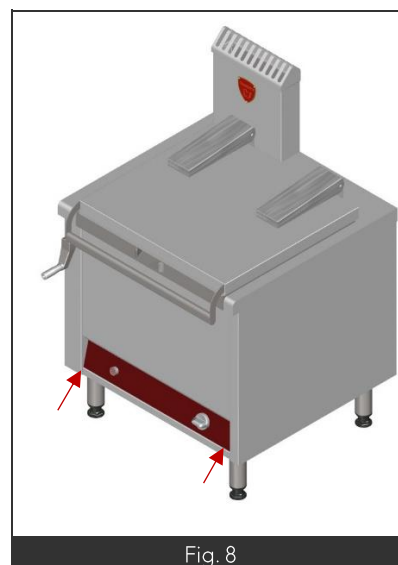

Fig. 8
- Déposer le capot de la charnière en dévissant les 2 vis poellier situées aux extrémités du capot (Fig8 Rep1) et en le tirant vers le haut.
- Le réglage de la charnière s'effectue par serrage ou desserrage de la vis (Fig8 Rep2)